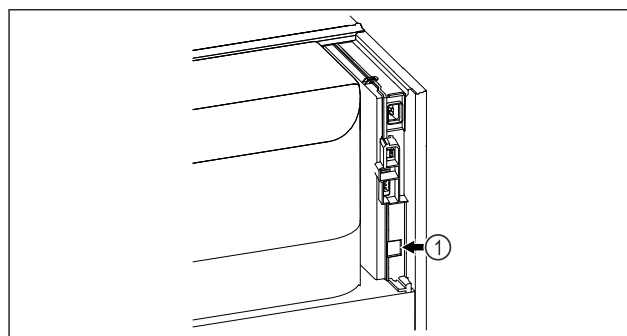

Fig. 73
- SmartModule Fig. 73 (1) is geplaatst.